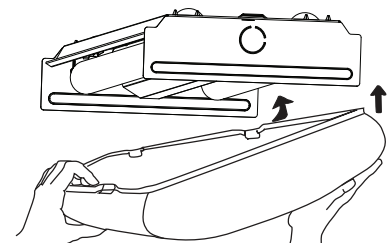

Fig. 8
**8** Position lens by lifting one side of the diffuser almost to the ceiling and hooking the clips over the fixture channel (Fig. 8).
Positionnez la lentille en soulevant un côté du diffuseur presque au plafond et accrochez les agrafes sur la rainure du plafonnier (Fig. 8).
Coloque el lente en su lugar levantado un lado del difusor casi hasta el techo y enganchando los sujetadores sobre el canal de la lámpara (Fig. 8).